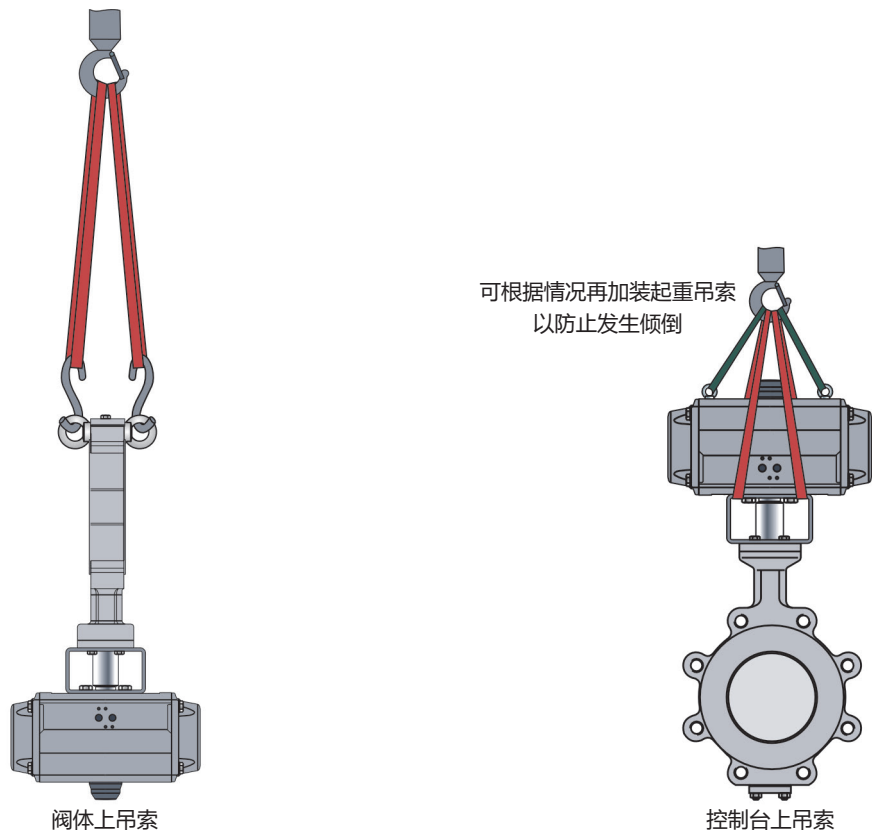

图 4-2： BR 14b 蝶阀提升点
- ⇒ 使用带有安全夹的挂钩作为悬吊元件，以防吊索在提升和运输期间滑离挂钩，请参见图 4-2。
- ⇒ 将吊索扣紧到起重机或叉车的每个悬吊元件（例如，挂钩），请参见图 4-2。在执行此操作时，请检查承载量和吊索长度，以确保安全。
- ⇒ 将吊索扣紧到起重机或叉车的托架和悬吊元件（例如，挂钩），请参见图 4-2。在执行此操作时，请检查承载量和吊索长度，以确保安全。